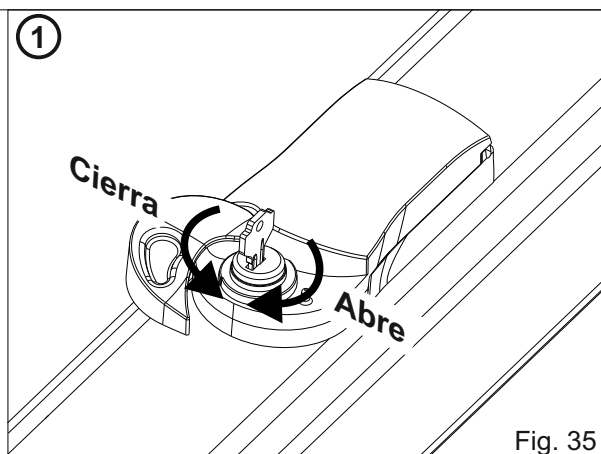
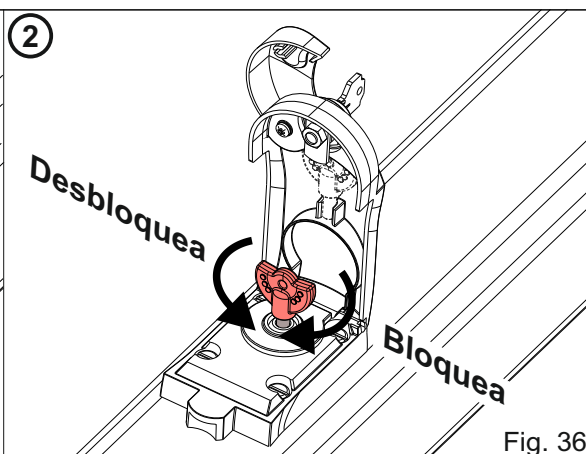

Fig. 35
Fig. 36
- 1) Desbloquear el operador manteniéndolo en horizontal (desbloquear según Fig. 35 y Fig. 36)
abrir la tapa de la cerradura, insertar la llave, girarla en el sentido horario de unos 90 ° (Fig. 35) y abrir la puerta. Tomar la llave roja ubicada debajo de la tapa, insértarla y girarla 90° en sentido antihorario (Fig. 36)
girar la llave roja en sentido horario hasta que quede apretada (Fig. 36), retirarla, colócala debajo de la tapa y cerrar la tapa. **Atención: girar la llave más de 1 vuelta (360 °) podría dañar el desbloqueo;** Girar la llave de la cerradura en sentido antihorario para apretar la puerta, retirar la llave y cerrar la tapa